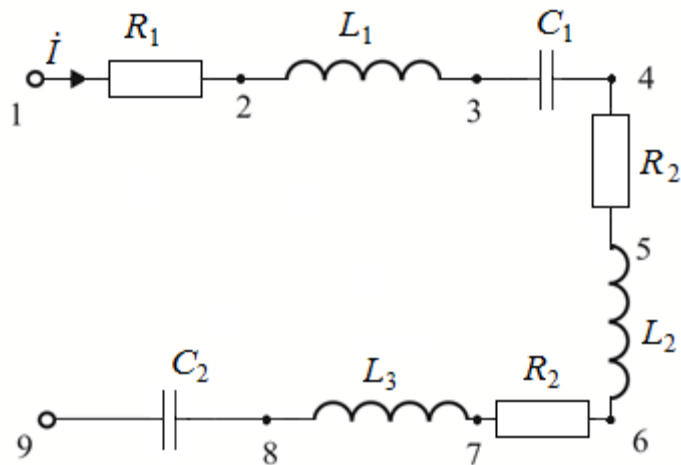

Рис. 178
4. В электрической цепи (рис. 178) протекает ток $I = 5$ А. Определить напряжение между точками 1–3, 3–5, 3–6, 1–8, 1–9, если $R_2 = 6$ Ом; $X_{L_1} = 8$ Ом; $X_{C_1} = 5$ Ом; $R_2 = 12$ Ом; $X_{L_2} = 14$ Ом; $R_3 = 6$ Ом; $X_{L_3} = 1$ Ом; $X_{C_3} = 11$ Ом.
5. Для последовательно соединенных катушек индуктивности (см. рис. 178) $U = 100$ В; $R_1 = 30$ Ом; $R_2 = 50$ Ом; $X_{L_1} = 120$ Ом; $X_{L_2} = 30$ Ом; коэффициент связи $k = 0,75$. Определить ток I и напряжения U_{ab} и U_{bc} .